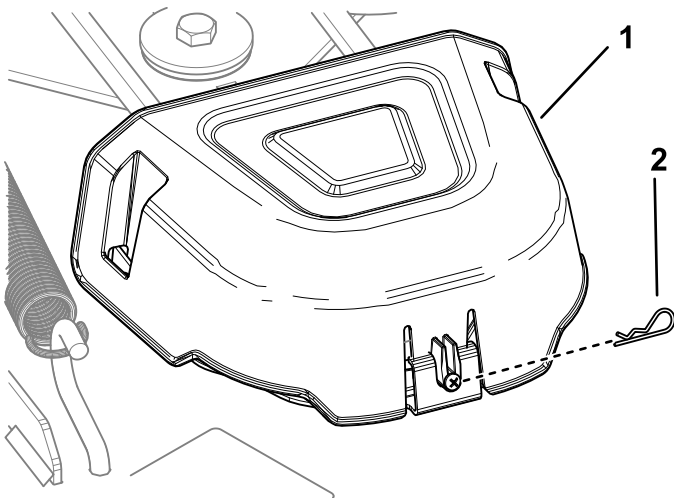

Figure 53
4. Retirez la goupille fendue et appuyez sur la languette des couvercles pour déposer les couvercles des poulies (Figure 53).